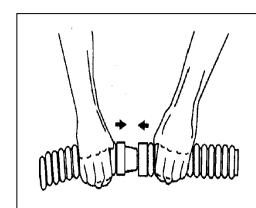

Ilustración 4
Consta de once (11) mangueras de conexión y una (1) manguera principal de 81 cm con un conector gris. Conectar las secciones de manguera especiales del limpiafondos introduciendo firmemente y dando la vuelta al conector macho de cada manguera en el extremo hembra de las secciones de tubo adyacentes (ver ilustración 4). Según el tamaño y la forma de su piscina, puede no ser necesario utilizar todas las secciones de manguera. Sin embargo, se DEBE SIEMPRE utilizar la manguera principal o su limpiafondos no funcionará correctamente. No es necesario conectar a fondo las mangueras, pero las conexiones DEBEN estar lo suficientemente apretadas para evitar fugas de aire. Es más fácil conectar las secciones de manguera si se humedecen sus extremos